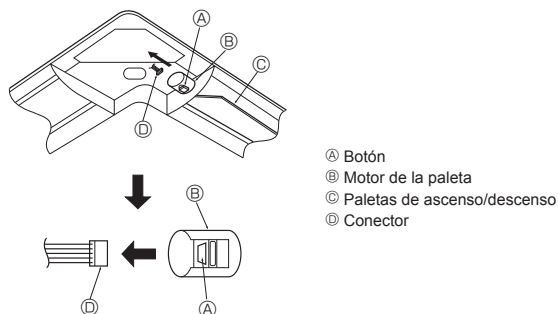

Fig. 6-11
- Tome los conductores CN4Y (blanco) y CN6Y (rojo) del panel angular ⑦ del i-see sensor situados en el lateral de la caja eléctrica de la unidad y asegúrese de conectarlos al conector del cuadro del controlador.
- Los conductores del panel angular ⑦ del i-see sensor deben de fijarse a la rejilla con el remache ④ de forma que queden tensos.
- Estos conductores se deben sujetar junto con los conductores de la unidad y fijar con 2 de los remaches ④ de forma que queden tensos
- * El panel angular del i-see sensor debe sujetarse a la rejilla ① con el tornillo ⑤.
6.7. Bloqueo de la dirección del flujo de aire de ascenso/descenso (Fig. 6-11)